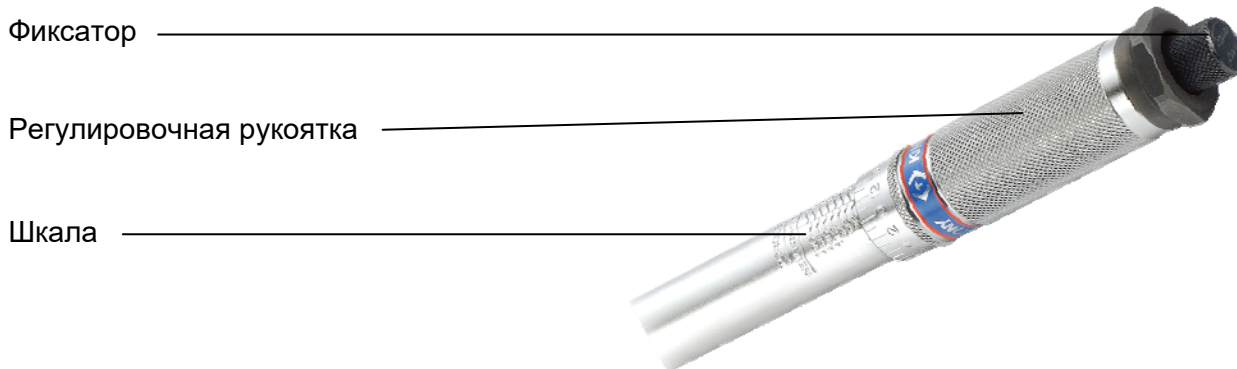

Рис. 2.
- Перед началом работы с ключом необходимо произвести настройку ключа (Рисунок 2):